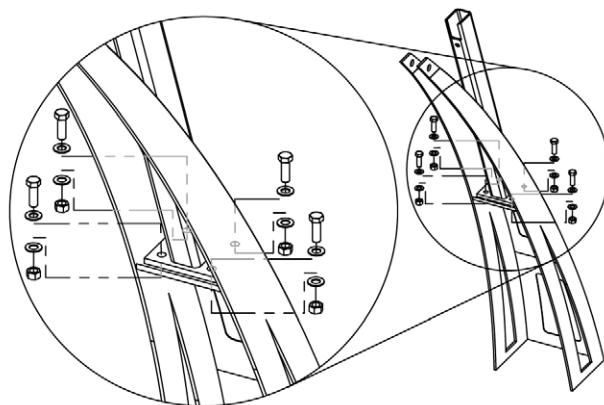

Figura 3-6. Soporte posterior
**NOTA:** Los brazos de montaje de la araña se pueden extender hasta su posición después de montarlos en el soporte posterior (Figura 3-6 en la página 15).